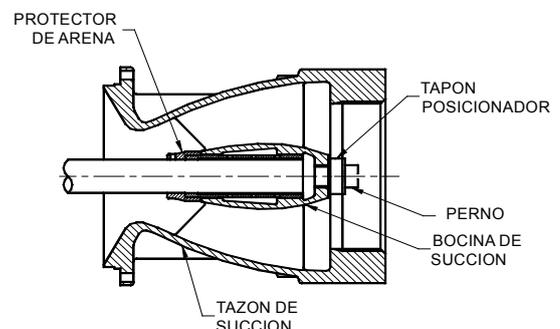

Fig. 22. Tazón de succión.
- b) Coloque el tazón de succión (Pos. 079) en un caballete adecuado. Atornille el dispositivo "tapón posicionador" en el tazón de succión y ajústelo a mano (Ver Fig. 22).